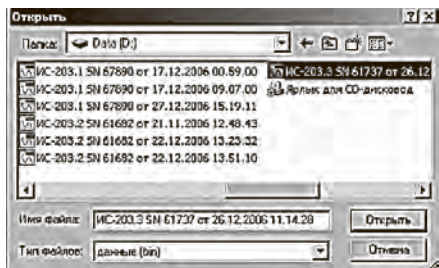
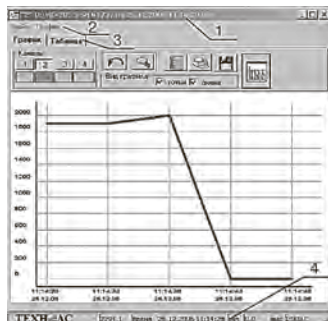

рис.17
рис.18
2) В окне располагаются 2 кнопки. Кнопка «Открыть файл», открывает файл с расширением \*.bin и строит график на основе данных файла. При ее нажатии открывается диалог (рис.17), где выбирается необходимый файл для просмотра. Нажать на кнопку «Открыть», в результате выводится окно с соответствующим графиком (рис.18).
3) Открыть выделенный файл. На экране появится окно, приведенное на рис.18, где: